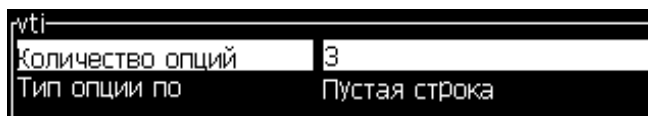

Рисунок 5-8: Конфигурация подсказки в списке
- 10 Нажмите кнопку “Enter” (ввод) для открытия диалогового окна конфигурации подсказки в списке (см. Рисунок 5-8).